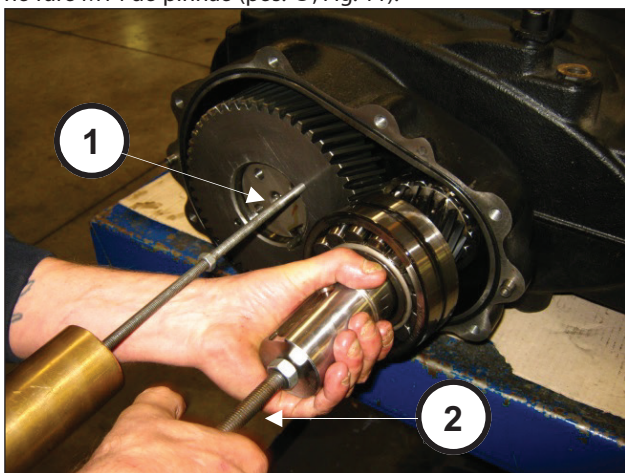

Fig. 11
Para poder remover o conjunto pinhão + coroa, é necessário aplicar um martelo nos 2 furos M8 da coroa (pos. ①, Fig. 11) e no furo M14 do pinhão (pos. ②, Fig. 11).